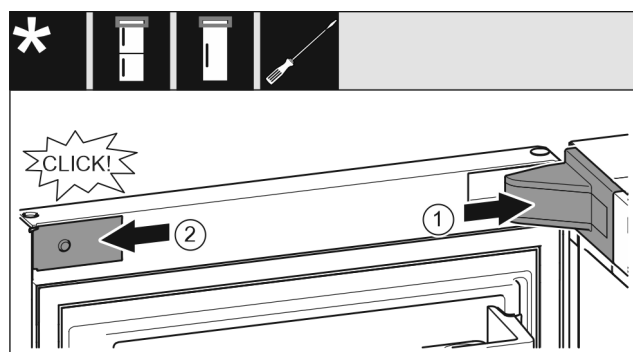

Fig. 22
- ▶ Lagerbockabdeckung aufsetzen und einrasten, ggf. vorsichtig auseinanderdrücken. Fig. 22 (1)
- ▶ Blende seitlich ansetzen und einrasten. Fig. 22 (2)